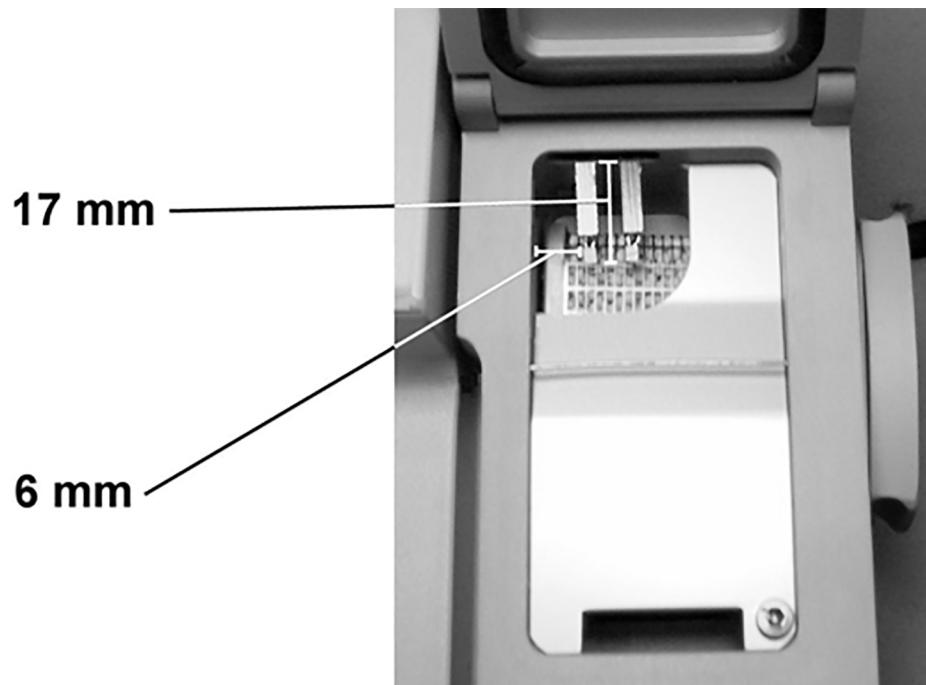

Figure 26 Positionnement correct du capteur de la chambre
9. Placez le nouveau capteur dans la chambre, fermement mais avec précaution. Faites attention au joint de caoutchouc. Assurez-vous qu'il est correctement mis en place de façon à assurer l'étanchéité du trou. Reportez-vous également à la Figure 26 \(page 128\) pour positionner correctement le capteur de la chambre.
Il est important de positionner correctement le capteur de la chambre comme illustré dans la Figure 26 \(page 128\).
Il est important de positionner correctement le capteur de la chambre. Reportez-vous à la Figure 26 \(page 128\) pour positionner correctement le capteur de la chambre.